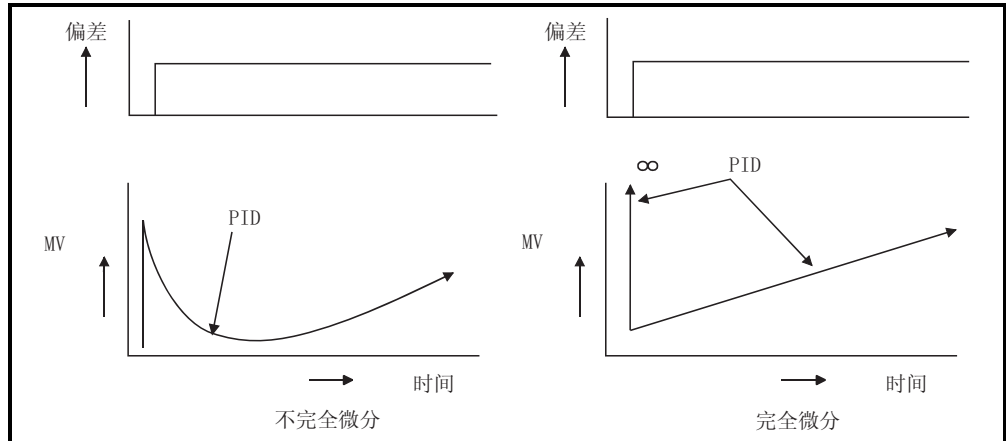

图 4.5 恒定偏差的 PID 动作
(1) PID 动作期间, 系统通过由(P+I+D)动作计算出来的 MV(操作值)进行控制。
(2) 恒定偏差的阶跃响应时的 PID 动作如图 4.5 所示。